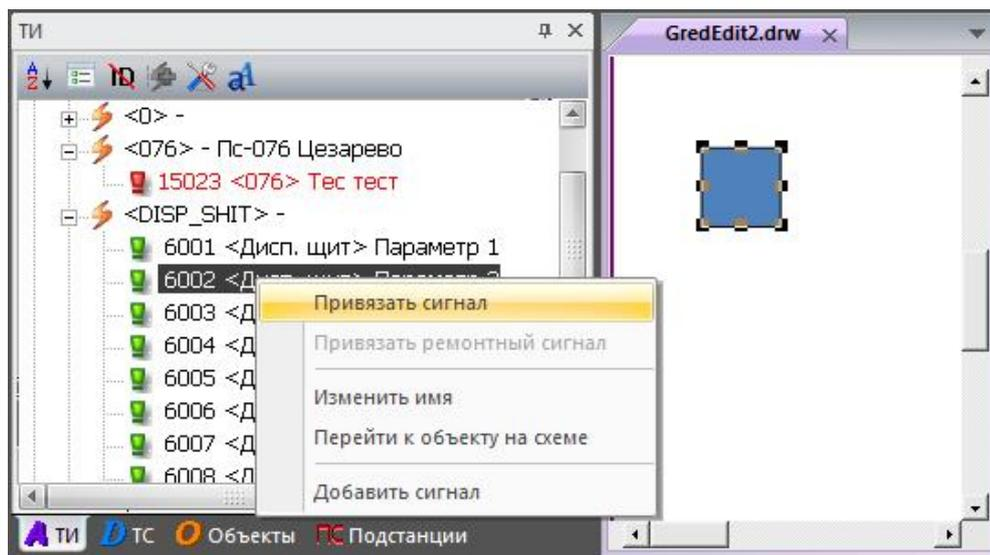

Рисунок 349 – Команда «Привязать сигнал»
**Команда «Привязать сигнал»** осуществляет привязку сигнала к схеме (рисунок 349). Чтобы привязать сигнал, необходимо выделить объект привязки на схеме и соответствующий ему сигнал в дереве. Вызвать контекстное меню сигнала и выбрать команду «Привязать сигнал».